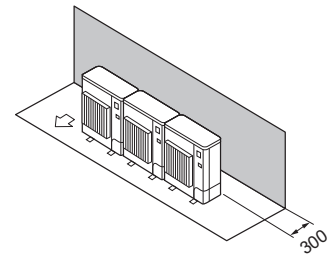

Abb. 2-13
- (1) Hindernisse nur auf der Rückseite (Abb. 2-13)